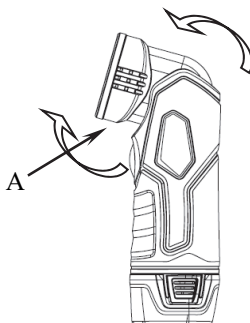

Figura 3
2. 1. Sostenga el cabezal giratorio (vea la Figura 3) en una mano y sostenga el extremo posterior de la linterna con la otra.